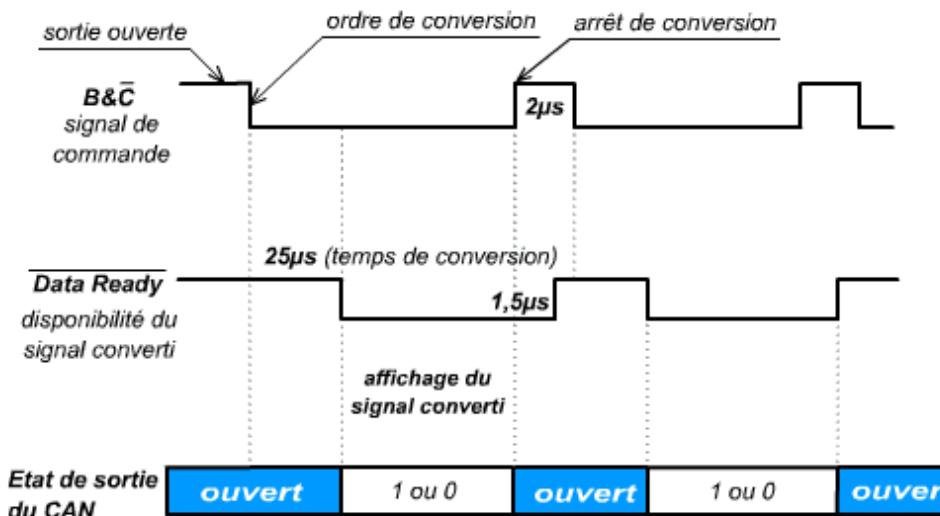

Figure 3.7: Diagramme temporel de fonctionnement du CAN 7570
La figure 3.7 représente les séquences de fonctionnement du CAN:
- 5- L'  chantillonneur-bloqueur AD482 associ   au CAN AD7570, conform  m  nt au sch  ma de la figure 3.7 permet d'acqu  rir un signal de 10 V en moins de  $10\mu s$  avec une d  rive inf  rieure 脗  $100\mu V/ms$ .